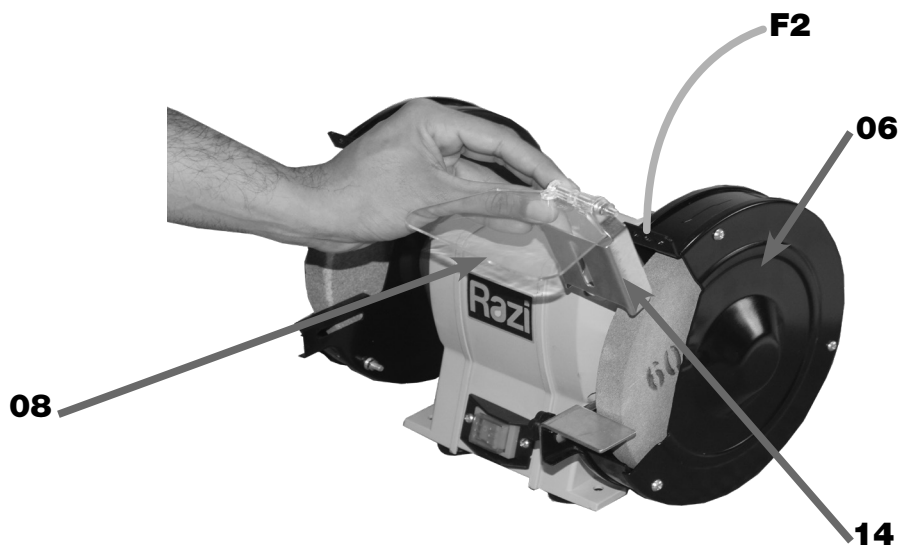

FIGURA 09 – Posicionamento da Proteção Frontal
5. POSICIONAR o canal do Suporte da Proteção Frontal (14) alinhado com o furo **F2** da Tampa de Proteção do Rebolo (06) (Figura 09);